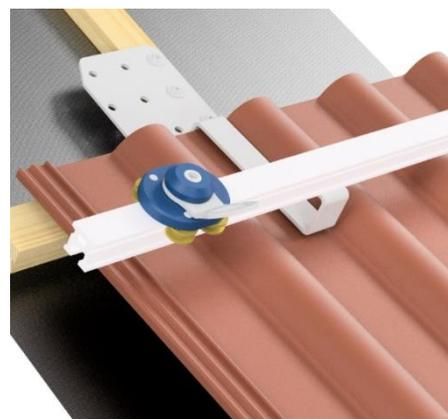

Fig. 1
a) Support **SD-Z II** (toit en tuiles) : voir figure 1